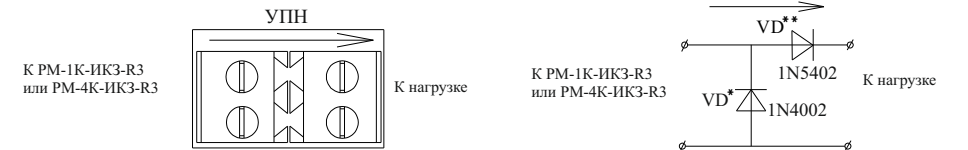

Рисунок 2
- 4.5 УПН состоит из диодов, установленных на плату с клеммными колодками (рисунок 2).
В выключенном состоянии контроль осуществляется через диод VD * УПН (рисунок 2).